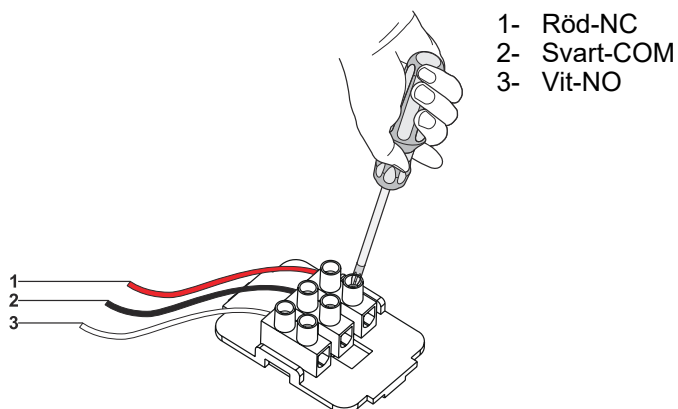

Fig. 18
- 1. ➤ **NC / COM:** När dessa 2 anslutningar används och fläkten stängs av kommer fläkten skicka en signal till den anslutna enheten (Fig. 18).
- 2. ➤ **NO / COM:** När dessa 2 anslutningar används och fläkten sätts på kommer fläkten skicka en signal till den anslutna enheten (Fig. 18).